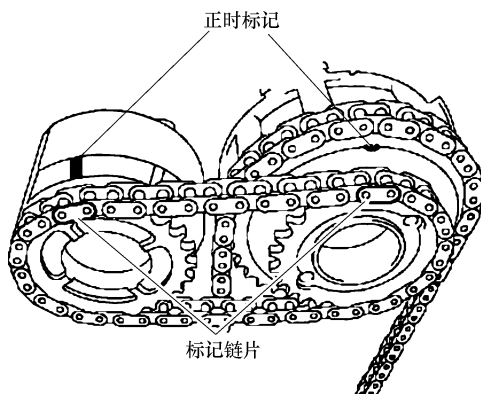

图 24-60 对齐凸轮轴正时标记
③ 按照图 24-60 所示,把 2 号正时链条上的黄色链片与凸轮轴正时齿轮上的正时标记对齐,然后把 2 号正时链条安装到凸轮轴正时齿轮上。